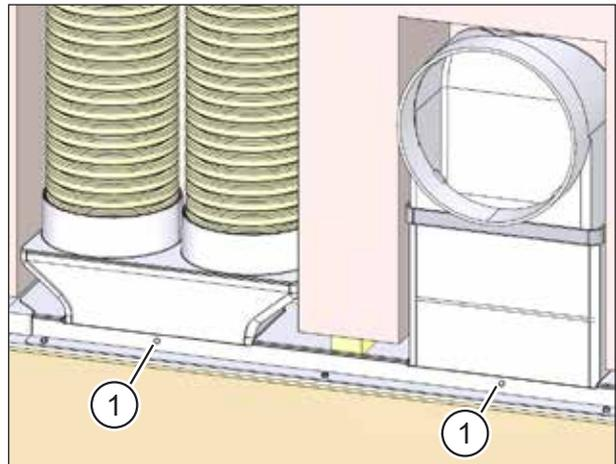

Abb. 59: Flachkanal- / Flexrohranschlüsse am Mauerkasten befestigen
Im Putzrahmen befinden sich zwei Bohrungen (Pos. 1 in Abb. 59), um bei Bedarf die Flachkanal- bzw. Flexrohranschlüsse am Mauerkasten mit Blindnieten zu befestigen. Diese Bohrungen müssen auch in den Flachkanal- bzw. Flexrohranschlüssen angebracht werden.
- ▶ Bohren Sie mit dem 3-mm-Bohrer durch die Löcher im Putzrahmen (Pos. 1 in Abb. 59) in die Flachkanal- bzw. Flexrohranschlüsse.